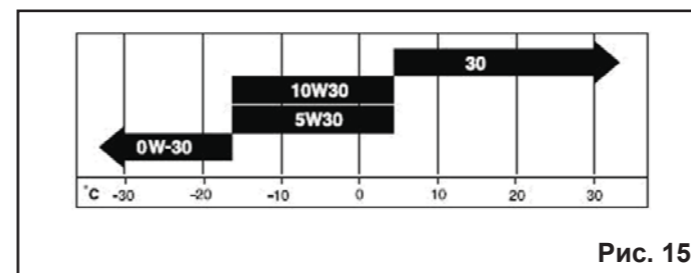

Рис. 15
**Примечание:** Для запуска двигателя и эксплуатации снегоборщика в условиях низких температур (см. диаграмму на рис.15) допускается использование синтетического моторного масла для 4-тактных двигателей вязкостью SAE 5W30.